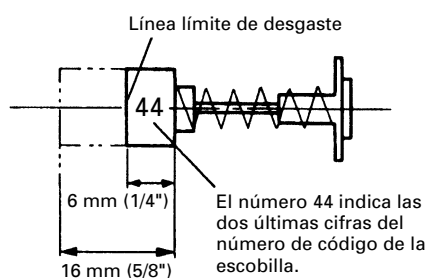

Fig. 26
2. Inspección de las escobillas (Figs. 26 y 27)
Por lo tanto, inspeccione periódicamente las escobillas y reemplácelas cuando se hayan desgastado hasta la línea límite mostrada en la Fig. 26.